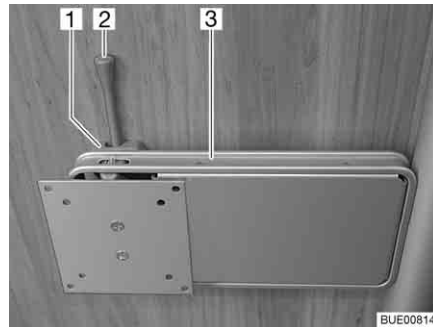

Fig. 70 Fijación en la columna
- Empujar la palanca de desbloqueo (Fig. 70,2) hacia el lado y girar el soporte (Fig. 70,3) junto con la pantalla plana a la posición deseada.
- Girar la pantalla plana hacia la posición inicial hasta que el soporte (Fig. 70,3) engatille en el bloqueo (Fig. 70,1).